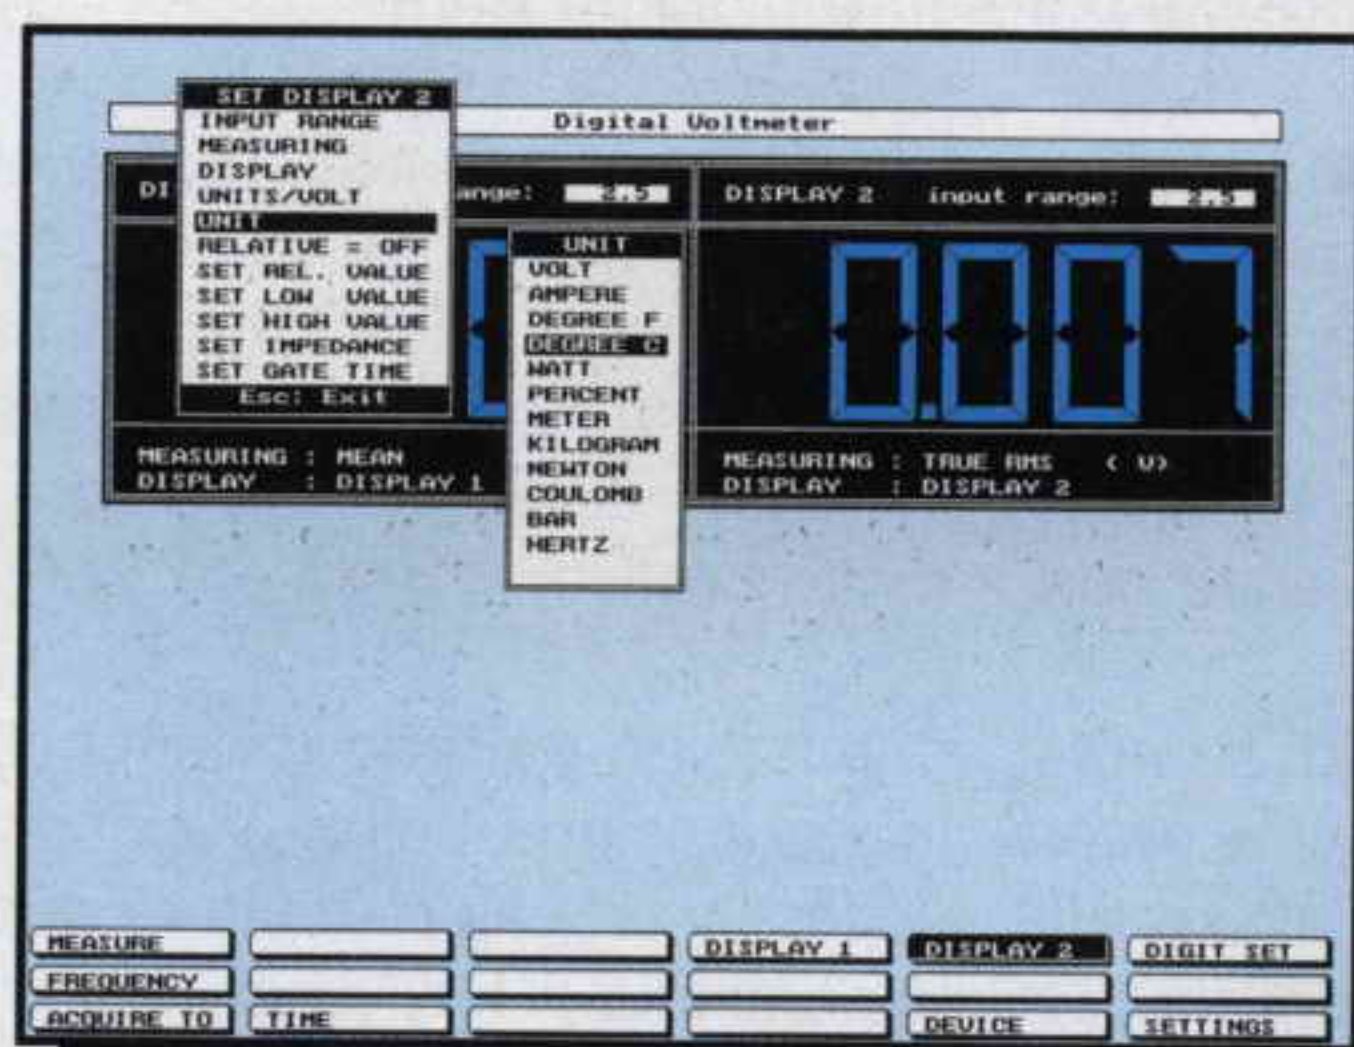

Fig.35 Dopodiché settate il Display 2 andando sulla riga UNIT poi pigiando Enter e nella finestra che appare andate sulla riga DEGREE C e pigiate Enter.
- Nella finestra che appare troviamo tutte le **unità** di misura (vedi fig.35), quindi portiamo il cursore sulla scritta **DEGREE C** e pigiamo Enter.